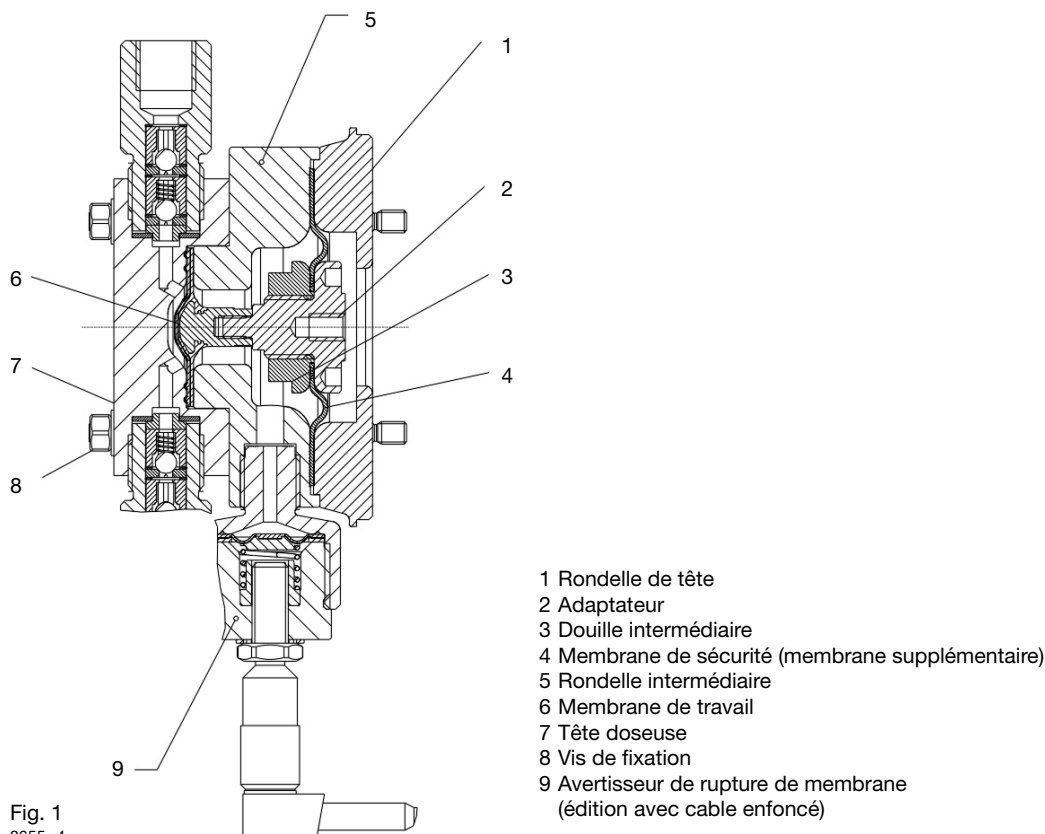

Fig. 1
L'unité de refoulement de la pompe doseuse EXBa avec signalisation de rupture de membrane possède, au lieu de seulement une membrane de travail, une membrane supplémentaire qui se compose d'une membrane de travail et d'une membrane de sécurité supplémentaire et qui est équipée d'un capteur de rupture de membrane (cf. fig. 1).
- Vissez jusqu'à la butée la membrane de sécurité en PTFE prémontée (2,3,4) (cf. fig. 1) sur la vis sans tête. Ce faisant, la douille d'entraînement doit être bloquée par une goupille métallique pour empêcher toute rotation et la douille intermédiaire (3) doit être serrée, en utilisant une clé à fourche de 24 d'ouverture, avec un couple de serrage de 4,5 à 5 Nm.
- Posez la rondelle intermédiaire (5) sur la rondelle de tête.
- Serrez la membrane de travail (6), des deux mains, sans forcer.
- Tournez la douille dans le boîtier à ressort (ce faisant, la membrane ne doit pas se détacher) jusqu'à ce que les trous de la membrane de sécurité PTFE (4) coïncident avec ceux dans le boîtier à ressort et de la rondelle de tête.
- Prémontez la tête doseuse (ne pas encore serrer à fond les vis de tête). Le raccordement d'aspiration de la tête doseuse (7) doit être dirigé vers le bas, à la verticale. Le trou de la rondelle intermédiaire (5) pour l'avertisseur de rupture de membrane (9) doit être dirigé vers le bas et vers la droite.
- Montez l'avertisseur de rupture de membrane (9) en même temps qu'avec la rondelle d'étanchéité PTFE : serrez-la fermement à la main.
- A la suite d'une rupture de membrane, du produit à doser est dans le capteur de rupture de membrane et dans le canal de conduite d'alimentation dans la rondelle intermédiaire (5).
- Après quoi, desserrez puis dévissez de l'adaptateur (2) la membrane de travail (6) (cf. fig. 1), des deux mains, par rotation vers la gauche par à-coups.
- Enlevez la rondelle intermédiaire (5) et contrôlez l'état de la membrane de sécurité (4)